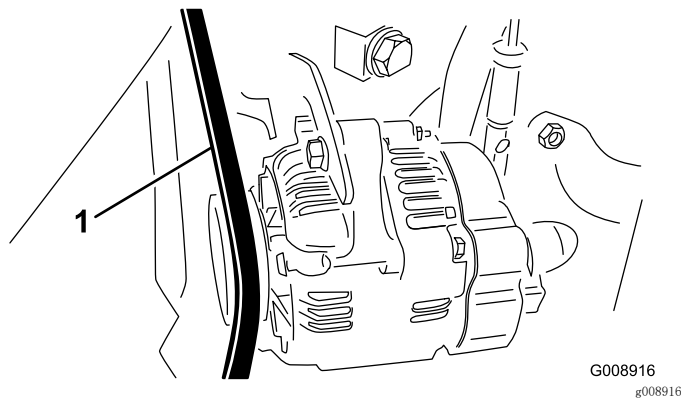

图70
2. 检查发电机/风扇皮带张紧力的方法：使用 $30 \text{N} \cdot \text{m}$ 的力按压交流发电机和曲轴箱皮带轮之间的皮带中间位置（图70）。